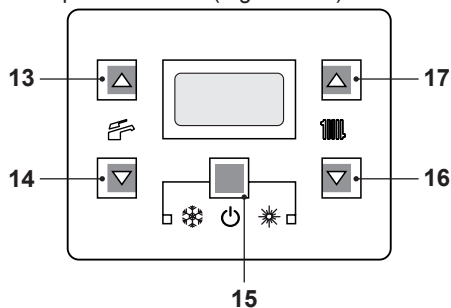
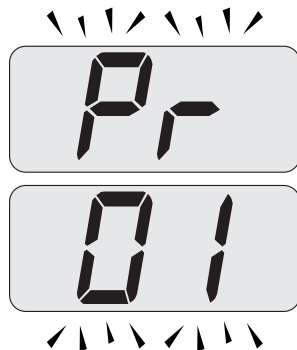

Figura 5.30
Figura 5.31
- Entrare in "modalità programmazione" premendo contemporaneamente per 10 secondi i tasti 15 - 16 - 17 (Figura 5.30) fino a far apparire sul display LCD le lettere **Pr** che si alternano con il codice **01**, indicanti l'entrata nel "parametro 01" (Figura 5.31).
- Premere contemporaneamente i tasti 15 e 17 (Figura 5.30) fino a far apparire sul display LCD il valore del parametro 01 (Figura 5.32).
- Premendo contemporaneamente i tasti 15 e 16 (Figura 5.30) si esce senza modificare il valore (ritorno alla lista parametri Figura 5.31).
- Premendo contemporaneamente per 10 secondi i tasti 15 - 16 - 17 (Figura 5.30) si esce dalla "modalità programmazione".
- Entrare in "modalità programmazione" premendo contemporaneamente per 10 secondi i tasti 15 - 16 - 17 (Figura 5.30) fino a far apparire sul display LCD le lettere **Pr** che si
alternano con il codice **01**, indicanti l'entrata nel "parametro 01" (Figura 5.31).
- Scorrere i vari parametri utilizzando i tasti 16 o 17 (Figura 5.30) fino a far apparire sul display LCD le lettere **Pr** che si alternano con il codice **08**, indicanti l'entrata nel "parametro 08" (Figura 5.33).
- Premere contemporaneamente i tasti 15 e 17 (Figura 5.30) fino a far apparire sul display LCD il valore del parametro **08** (**00**= Nessun Reset) (Figura 5.34).
- Premendo il tasto 15 (Figura 5.30) si ottiene la conferma del valore inserito.
- Premendo i tasti 15 e 16 (Figura 5.30) si esce senza modificare il valore.
e 17 (Figura 5.30) fino a far apparire sul display LCD il valore del parametro **01** (Figura 5.35).